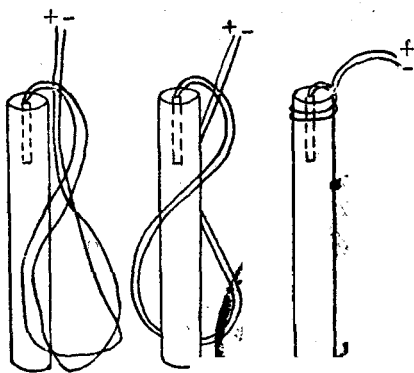

图8 脚线的缠绕
2. 扎孔: 先将药卷的包纸打开, 用略大于雷管直径的炮锥, 在这一头的炸药里扎一个小孔, 深度比雷管略长些, 然后把雷管全部插入药卷内。雷管脚线在药卷上紧绕一圈, 锁上一个扣(图8), 剩余脚线暂时缠绕在药卷上, 就成了备用的引药。